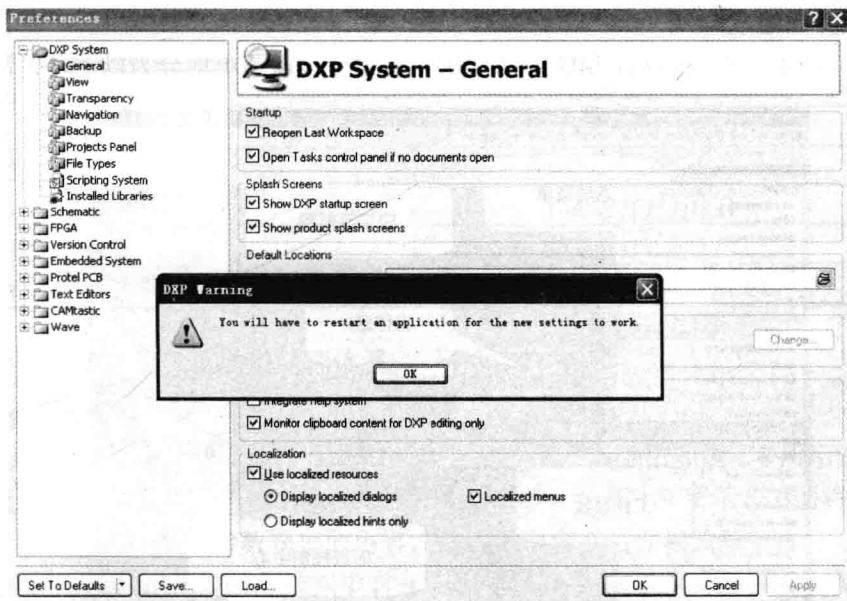

图 1-5 使用当地资源并确认
(2) 在该对话框中, 展开 DXP System 节点, 单击其下的 General 选项, 选中对话框右侧 Localization 选项组中的 Use localized resources(使用当地资源)复选框, 此时系统会弹出一个提示框, 如图 1-5 所示, 提示此项设置需要重新启动 Protel DXP SP2 后才能生效。